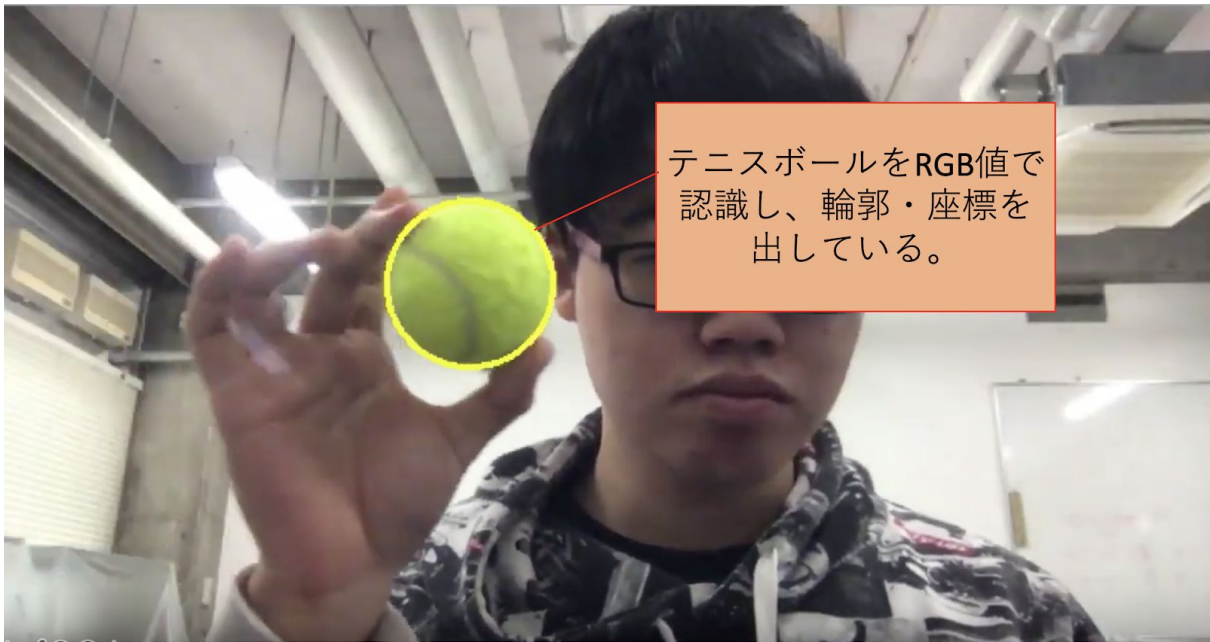

図1 RGB値から輪郭・座標を割り出している様子
- ①1つのカメラを用いてRGB値からテニスボールを探し、座標・輪郭を割り出す(図1)